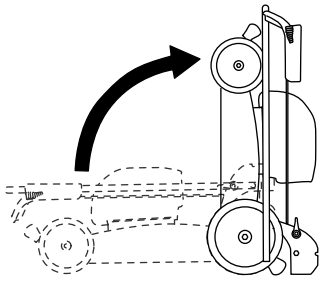

Figura 19
6. Ridicați partea frontală a mâinii cu ajutorul mânerului și mutați-o într-un spațiu de depozitare (Figura 19).